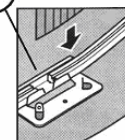

fig. 16
- e) Juntar los dos extremos de la pared metálica de manera que pueda pasar los tornillos (TO) dentro de ambos agujeros dejando siempre las tuercas (TU) y las arandelas (AR) del lado exterior (fig. 16).